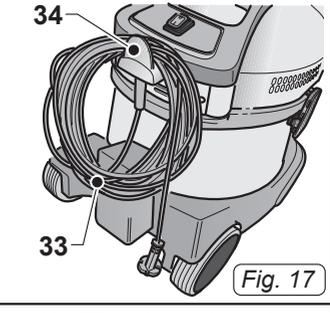

Fig. 17
- Enrollar el cable (33 Fig.17) y engancharlo en su correspondiente lugar (34 Fig.17).